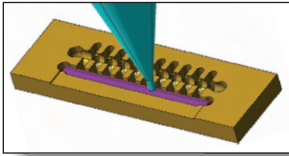

図 25: エラストマツールでエラストマをOuterスロットへ押し込む
- エラストマツールを使用して、エラストマをスロットへやさしく押し込みます。図 25を参照ください。エラストマはEnd Well(先端部くぼみ)よりもほんの少し短めになるようにしてください。